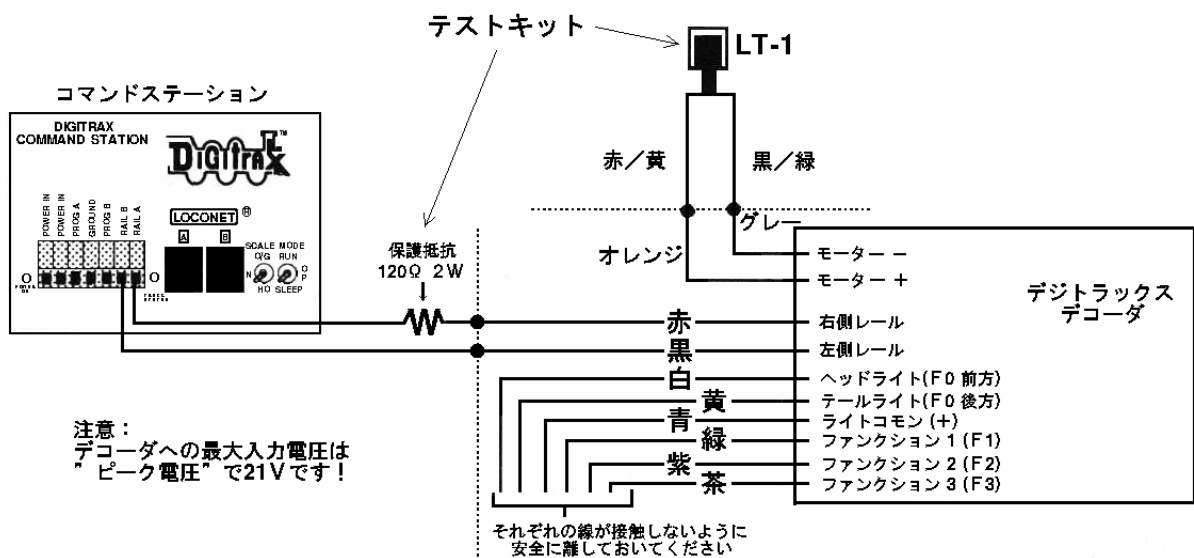

図 2
3. まず、デコーダの赤・黒線以外を、前ページ図 2 を参照して接続します。この時、デコーダの電線には加工しないで、ワニ口クリップ等で挟んで接続してください。
4. 線路電源を OFF にした状態で、デコーダの赤・黒線を図 2 のように接続します。